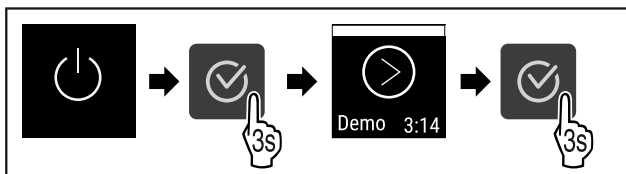

Fig. 62
- ▶ Handlungsschritte (siehe Fig. 62) durchführen.